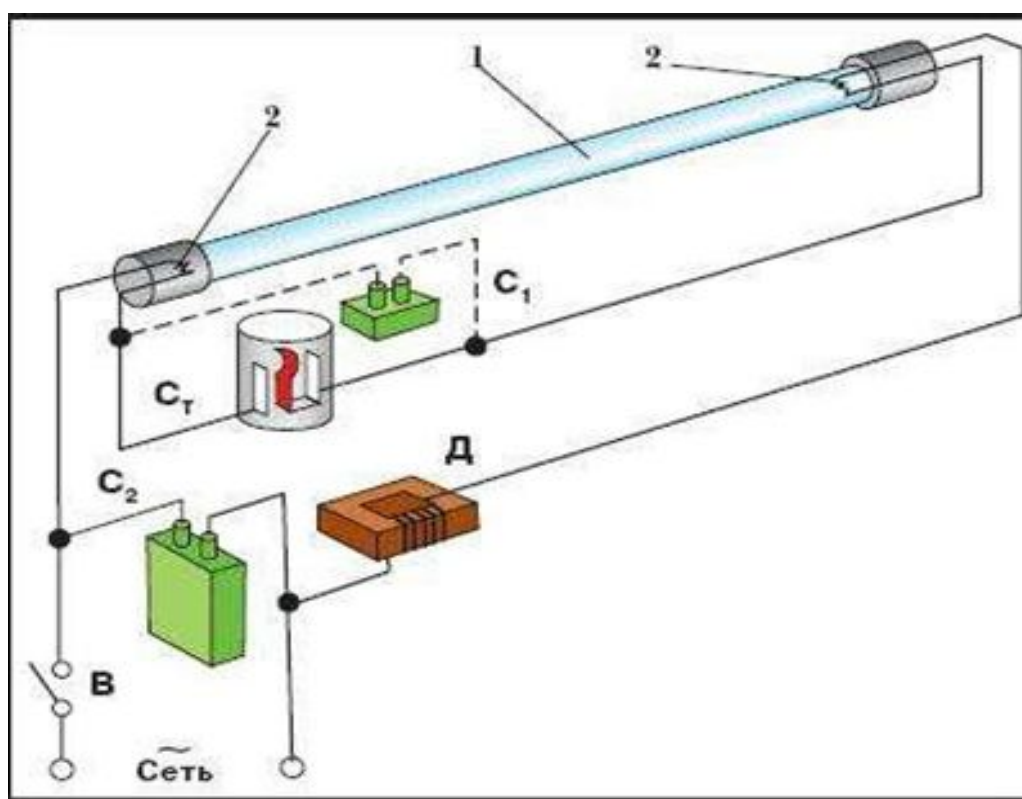

Рисунок 9.5 – Електрична схема включення люмінесцентної лампи
8. Підключіть дросель Д відповідно до схеми рис. 9.5.
9. Підключіть конденсатор С2 згідно зі схемою рис. 9.5.
10. Підключіть контакти ламп 2, згідно зі схемою рис. 9.5.
11. Підключіть лампу 1 згідно зі схемою рис. 9.5.
12. Підключіть стартер Ст, згідно зі схемою рис. 9.5.